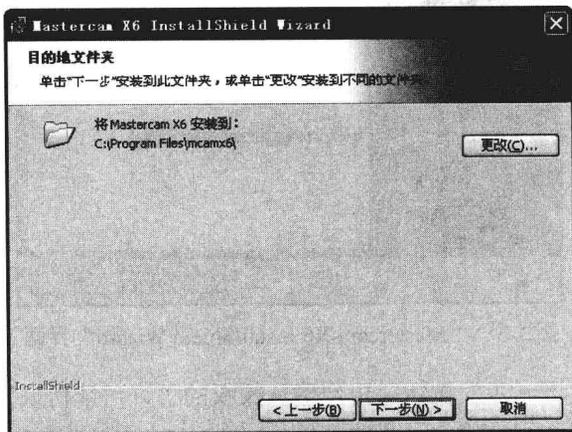

图 1-6 “目的地文件夹”界面
STEP 06 输入用户名称和公司名称，单击“下一步”按钮，出现如图 1-6 所示的“目的地文件夹”界面。